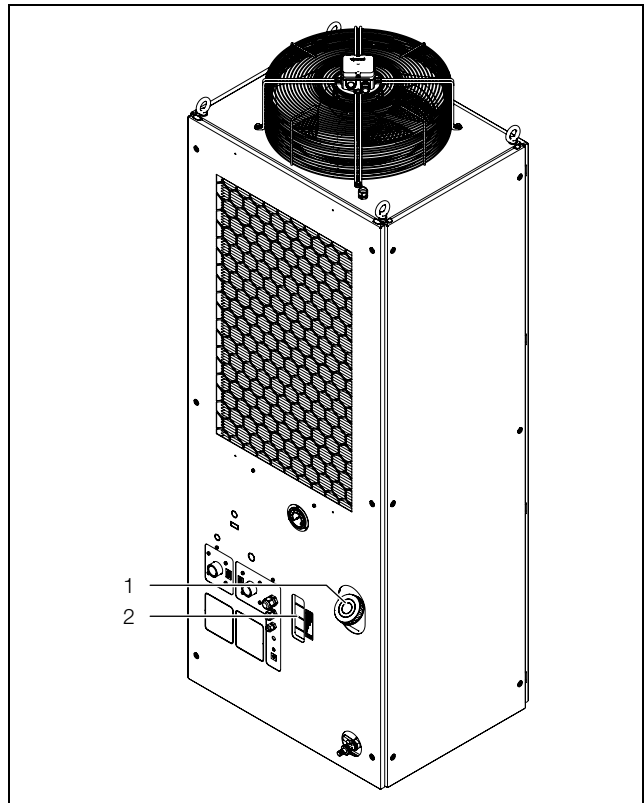

Fig. 12 : remplissage de l'agent de refroidissement
- Remplir le refroidisseur d'eau en eau en utilisant l'embout de remplissage de la cuve (fig. 12, pos. 1).
- Contrôler le niveau de la cuve à travers l'ouverture dans l'habillage (fig. 12, pos. 2).